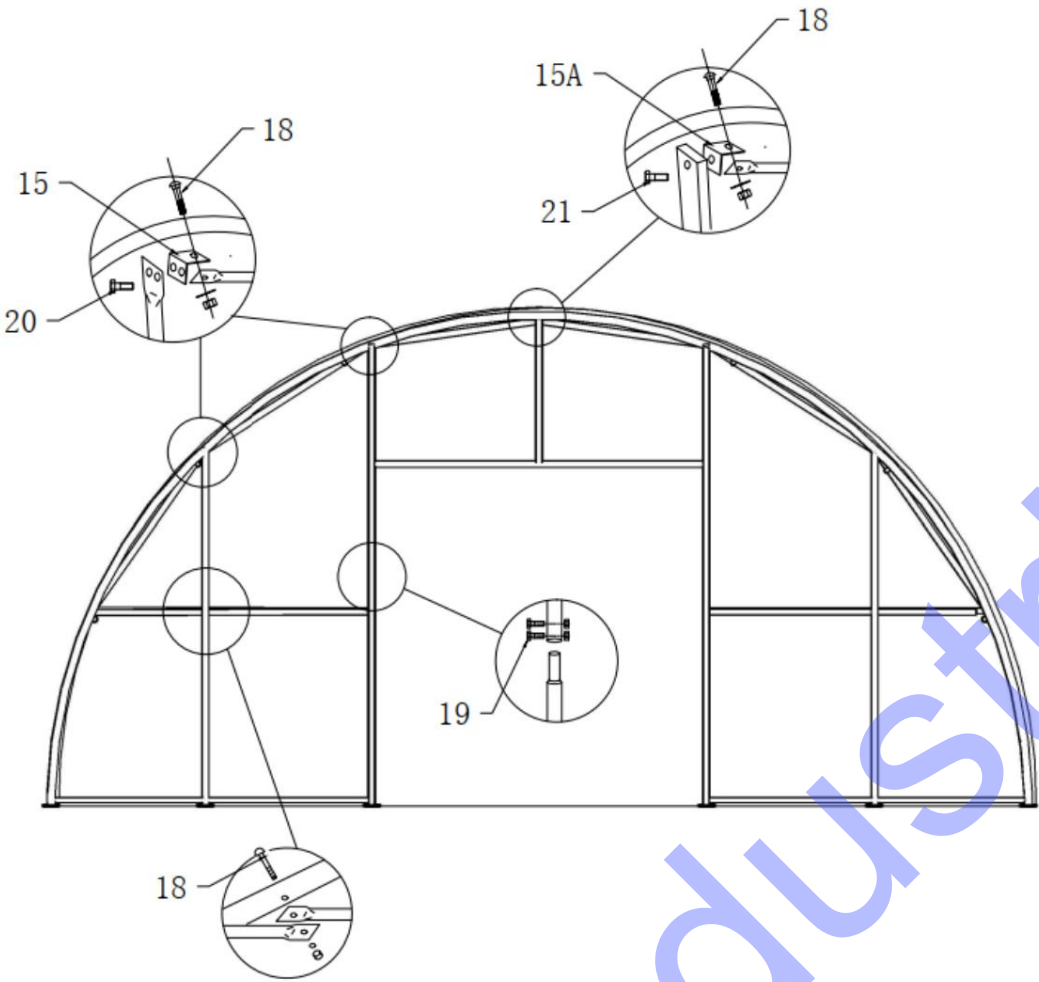

Figure 8
1. Veuillez installer le cadre de la porte avant et arrière conformément au dessin ci-dessus (Figure 8). Trouvez les boulons et les tubes correspondants, connectez-les les uns aux autres.